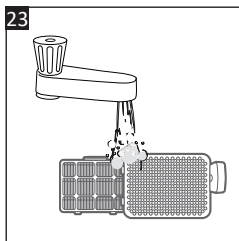

Рис. 23
4. Удерживая выпускной воздушный фильтр (23) грязной стороной вниз, промойте его под краном теплой водой, пока вода не станет прозрачной (**Рис. 23**). Промойте крышку отверстия для выхода воздуха (24).